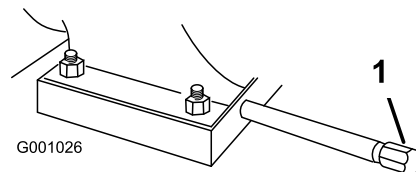

Figure 31
2. Nettoyez la surface autour du bouchon de vidange d'huile (Figure 31).